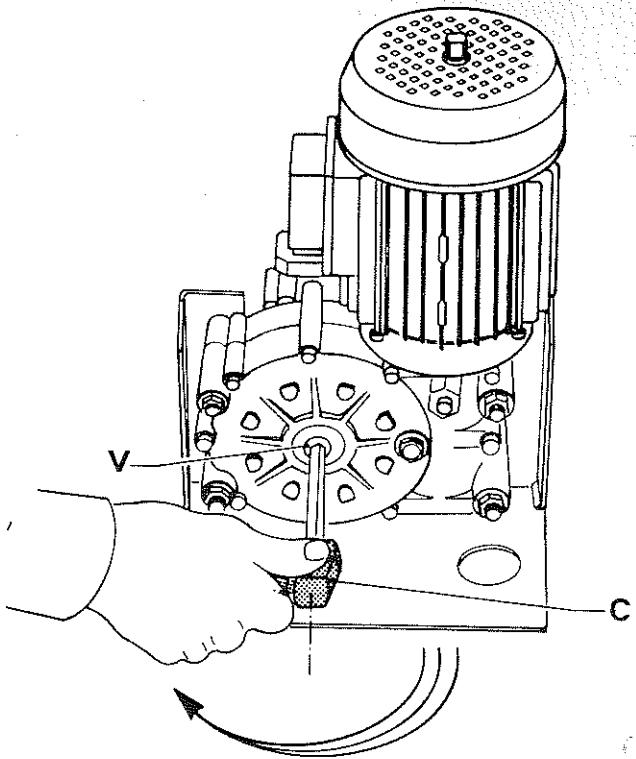

fig. 14
- Sbloccare il pignone alentando la vite V (fig. 14) con l'apposita chiave C in dotazione.